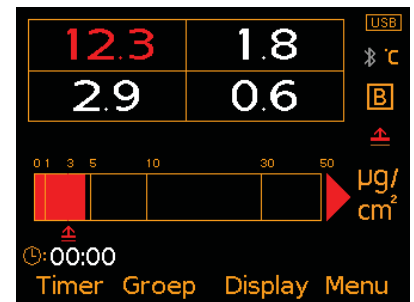

Fig. 5: Metingen x4 & Staf Grafiek
- **Staf Grafiek (Fig. 5);** Analoge weergave van de actuele meetwaarden, samen met de hoogste (Hi), laagste (Lo) en gemiddelde ( $\bar{x}$ ) meting. Het diagram wordt na elke meting automatisch bijgewerkt.